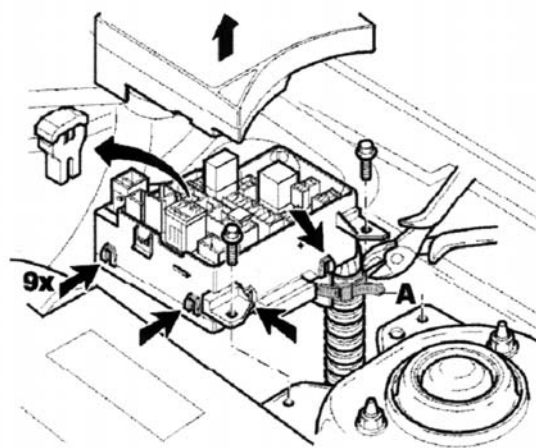

Fig. 2
- Åbn sikringskassen og fjern 50 ampere-sikringen til ABS-systemet (fig. 2).
- Skru de 2 samleskruer løs og løft sikringskassen så højt op som muligt. Fjern den nederste afdækning og tag det røde kabel til ABS-sikringen ud og kap af lige foran isoleringen (fig. 2).